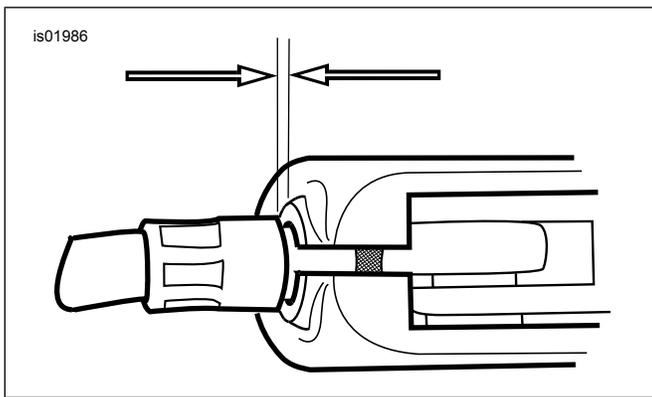

Figura 2. Folga de 1,6 a 3,2 mm (1/16 a 1/8 pol.) do cabo da embreagem
- e. Veja Figura 2. Afaste o ajustador do cabo da contraporca até eliminar a folga da alavanca manual da embreagem. Afaste a virola do cabo da embreagem do suporte da alavanca da embreagem para verificar a folga. Gire o regulador do cabo o necessário para conseguir uma folga de 1,6 a 3,2 mm (1/16 a 1/8 pol.) entre a extremidade da virola do cabo e o suporte do cabo de embreagem.